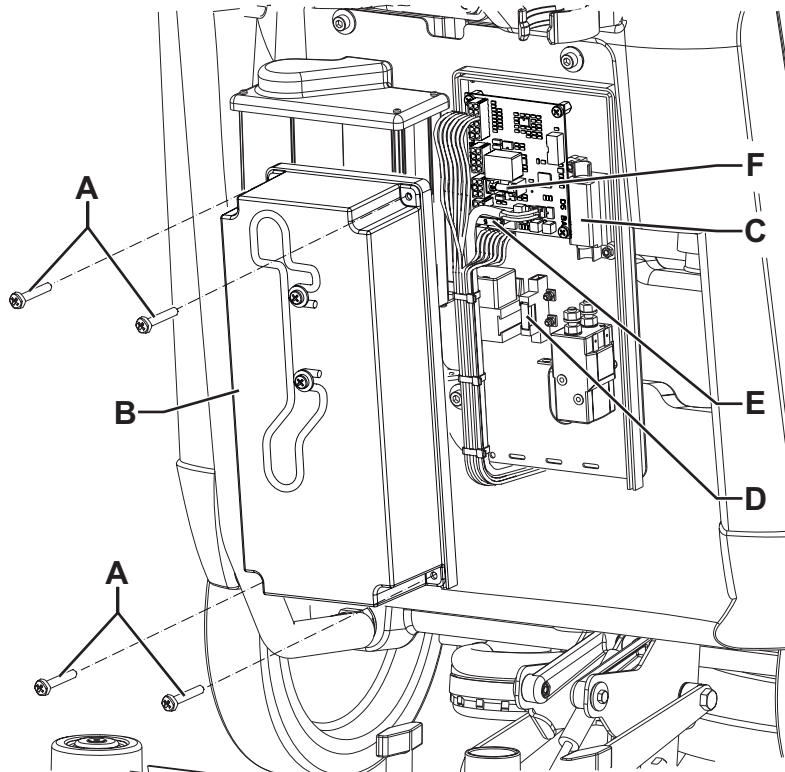

Figure 10
1. Débrancher le connecteur (29) des batteries.
2. Enlever les vis (A, Fig. 10) et sortir le couvercle (B) du boîtier électrique.
- (C) : Fusible à ruban F1 (40 A), moteur brosse
- (D) : Fusible à lamelle F2 (30 A), système d'aspiration.
- (E) : Fusible à lamelle F3 (5 A), électrovanne et carte électronique
- (F) : Fusible en verre (20 A), système de déclenchement brosse